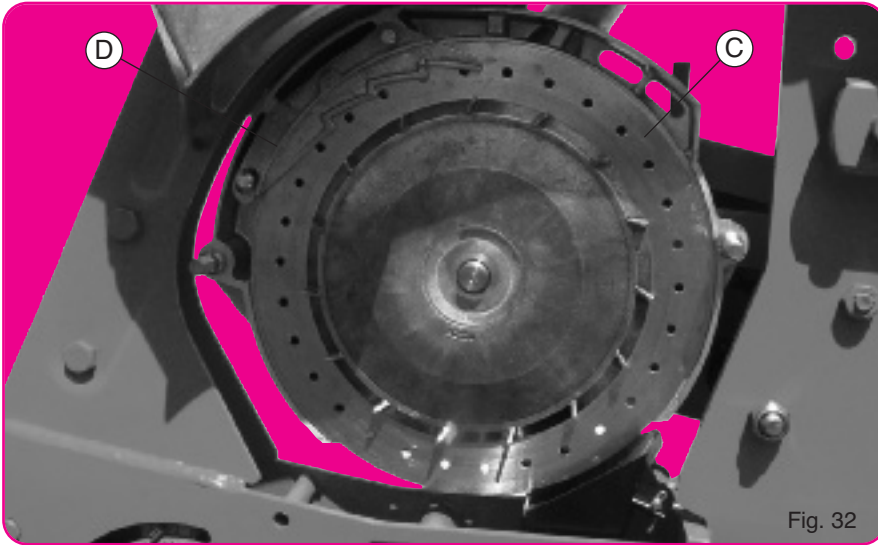

Fig. 32
Les plaques de sélection (D) se placent sur les disques (côtés couvercle et non entre disques et couronnes plastique) (fig. 32). A l'intérieur du couvercle (B) se trouve un volet en tôle. Ce volet (2) régularise l'arrivée des graines depuis la trémie et assure un niveau constant et convenable face au disque. En fonction de la semence utilisée il doit, avant tous semis, être contrôlé et réglé suivant 2 positions :
I selettori (D) si montano sui dischi e non tra il disco e la corona di sfregamento (fig. 32).